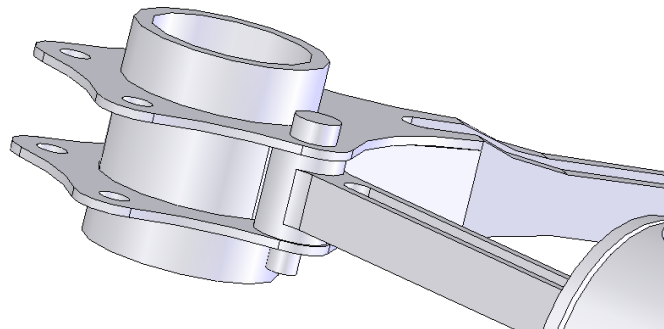

Рис. 7.3.14. Додавання в збірку шатуна і його закріплення
10. Для кріплення шатуна до головного додайте в збірку Шатуний палець і накладіть на нього взаємозв'язки СОВПАДЕНИЕ І КОНЦЕНТРИЧНОСТЬ (рис. 7.3.14).